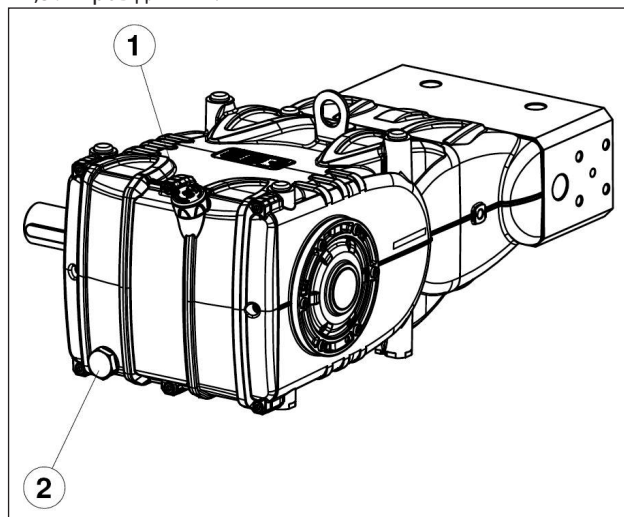

Рис. 3
Проверьте уровень масла и, при необходимости, долейте с помощью маслоизмерительного шупа поз. ①, Рис. 3. Правильная проверка уровня масла выполняется на насосе при комнатной температуре, а замена масла должна производиться на насосе при рабочей температуре путем извлечения маслоизмерительного шупа поз. ①, а затем пробки, поз. ②, Рис. 3. Проверку и замену масла необходимо проводить согласно указаниям таблицы на Рис. 16 в главе 11. Необходимое количество составляет ~3,8 литров для VFH и ~4,3 литров для VFV.